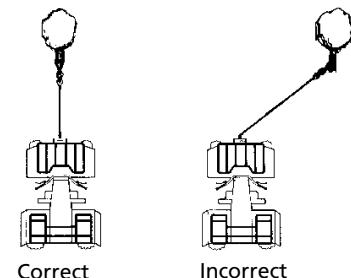

Figure 6
13. ÉVITEZ LES TREUILLAGES CONTINUS EFFECTUÉS À DES ANGLES EXTRÊMES car ils enruleront le câble sur un côté du tambour (Fig. 6). Ceci peut coincer le câble dans le treuil et endommager le câble ou le treuil.